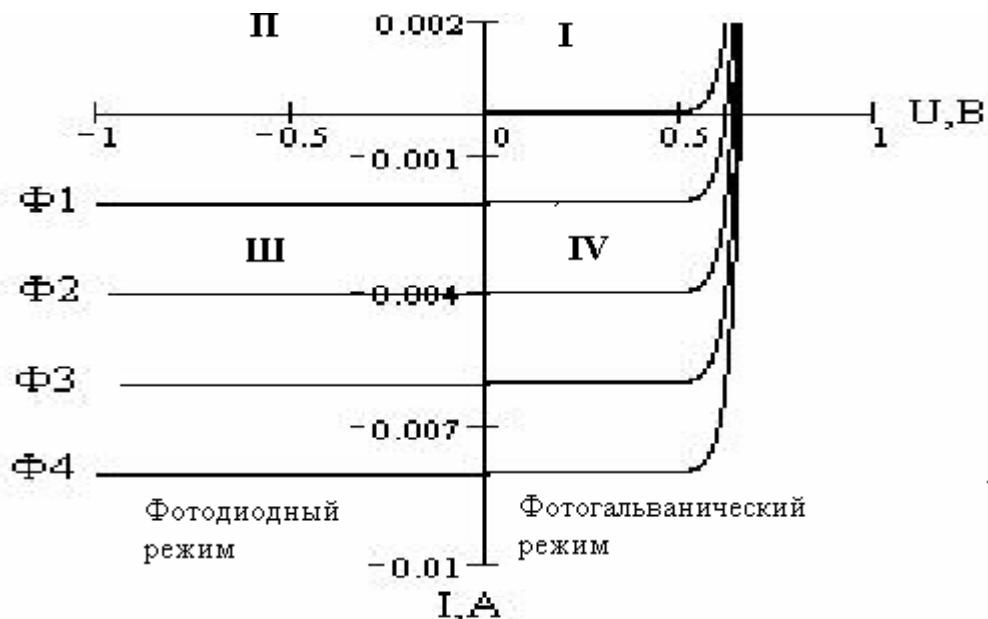
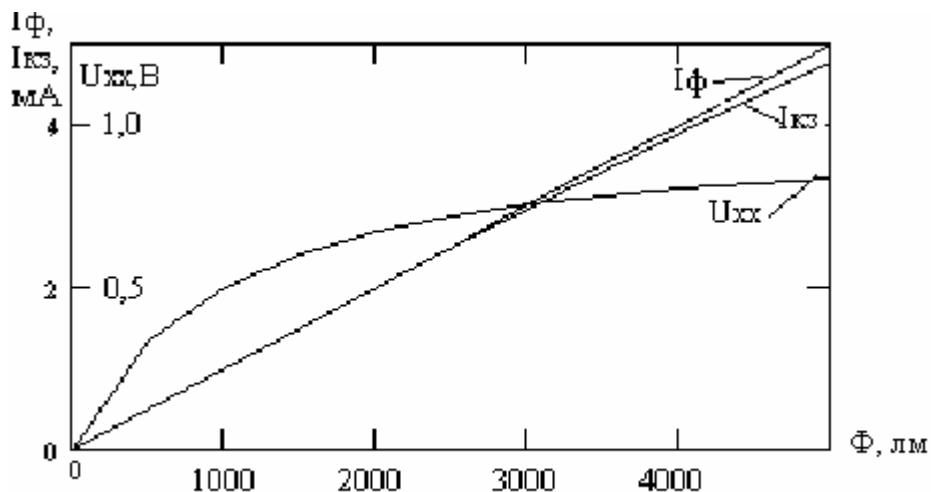

Рисунок 1. Семейство вольтамперных характеристик
Рисунок 2. Зависимости тока короткого замыкания I_{kz} , напряжения холостого хода U_{xx} и фототока I_ϕ от мощности светового потока Φ .
В фотодиодном режиме фототок прямо пропорционален падающему световому потоку, и световая (энергетическая) характеристика $I_\phi = f(\Phi)$ практически линейна (рисунок 2). Инерционность фотодиода определяется, прежде всего, скоростью процесса разделения носителей в *p-n*-переходе и скоростью перезаряда барьерной емкости. Наименее инерционны фотодиоды с точечным переходом или с барьером Шотки.
7. Снимите семейство ВАХ фотодиода при $\Phi = \text{const}$, сопрягая прямые и обратные ветви семейства, соответствующие одинаковым значениям светового потока Φ (см. рисунок 1.).
при $U_{OBR} = U_{OBR1}$ (см. рисунок 2), где I_ϕ - фототок через фотодиод, совпадающий по направлению с I_{OBR} (см. рисунок 1).
10. Для фотогальванического режима по ВАХ графически измерьте значения тока короткого замыкания в напряжения холостого хода фотодиода для различных значений светового потока и постройте графики $I_{K3} = f(\Phi)$ и $U_{XX} = f(\Phi)$ (см. рисунок 2).